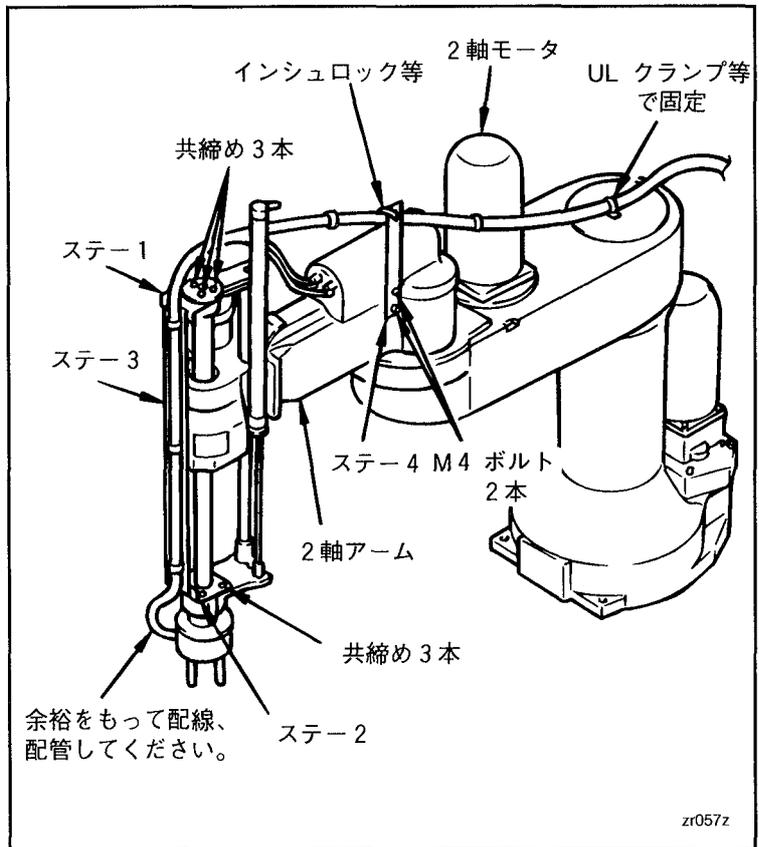

図5-74 配線・配管方法
- ④ステア3を図5-74に示すようにM4のねじで、ステア1・ステア2に取り付けます。
- ⑤図5-74に示すように配線・配管をしてください。